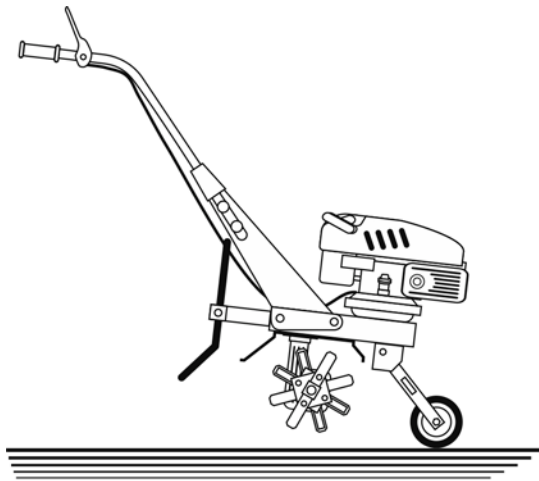
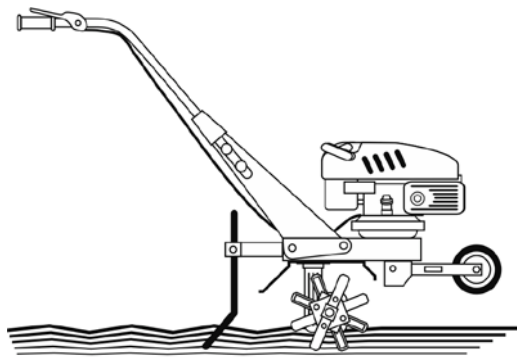

Рис. 4.12.
Рис. 4.13.
3. Перевести важелі управління дросельної і повітряної заслінками карбюратора в пускове положення (див. Рис. 1.1. і Рис. 4.12а.).
6. Перевести важіль управління дросельною і повітряною заслінками карбюратора в середнє положення, що відповідає оборотам холостого ходу (див. Рис. 1.1. і Рис. 4.12б.).
Перед початком роботи мотокультиватором необхідно переставити транспортувальне колесо з тримачем з транспортного положення (див. Рис. 4.12.) в робоче положення (див. Рис. 4.13.).